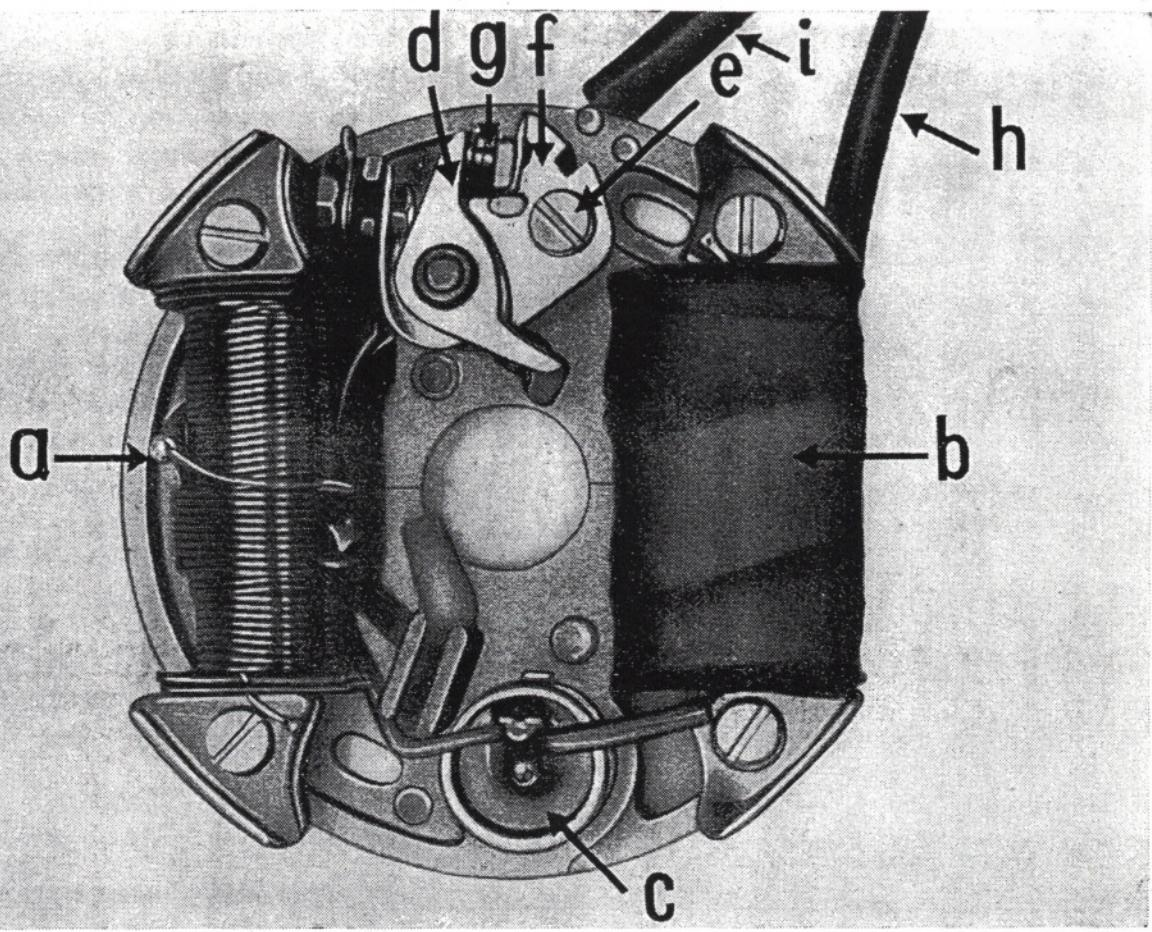

Abb. 62 Aufbau der Grundplatte des Schwung-Lichtmagnetzünders
**Besonders darauf achten, daß sich keine metallischen Rückstände wie Feilspäne, Drehspäne oder dergleichen an den Magneten der Schwungscheibe oder an der Grundplatte selbst befinden, da diese später zu Störungen führen können. (Abb. 62.)**